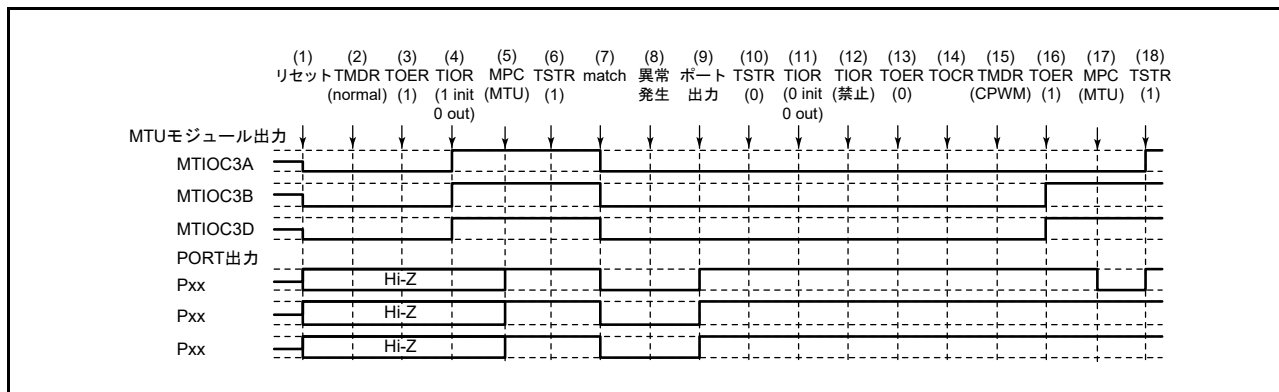

図 19.147 ノーマルモードで異常が発生し、相補 PWM モードで復帰する場合
ノーマルモードで異常が発生し、再設定後相補 PWM モードで再スタートする場合の説明図を図 19.147 に示します。
(1) ~ (13) は図 19.147 と共通です。
(14) TOCR1A、TOCR2A レジスタでリセット同期 PWM の出力レベルと周期出力の許可 / 禁止を選択してください。
(15) リセット同期 PWM を設定します。